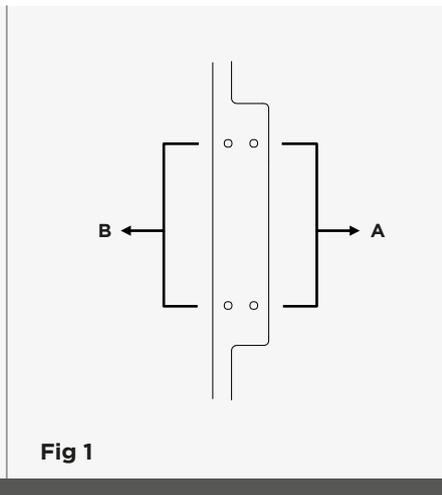

Fig 1
6. Por último colocar el comando de la campana en su posición final. Se encuentra actualmente en la posición "A" (ver fig 1). Debe retirar los 2 tornillos y volver a atornillarla en la posición "B" tal como se muestra en la Fig 2. Retirar el vinilo protector.
- 9. Por último colocar el comando de la campana en su posición final. Se encuentra actualmente en la posición “A” (ver fig 1). Debe retirar los 2 tornillos y volver a atornillarla en la posición “B” tal como se muestra en la Fig 2. Retirar el vinilo protector.